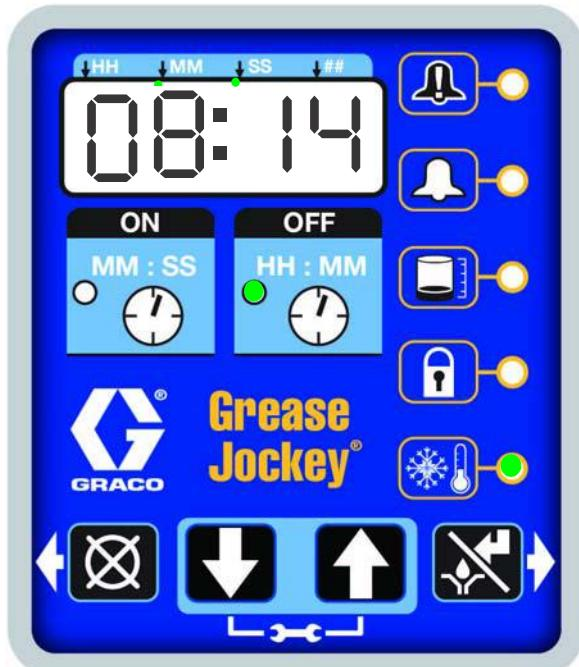

Рис.31
- Горит индикатор рядом с часами в поле "OFF" (Рис.31).
- Загорается индикатор задержки при низкой температуре (Рис.31).
- На дисплее отображается время, оставшееся до возобновления работы насоса. В примере на Рис.31 до возобновления работы насоса осталось 8 минут 14 секунд.